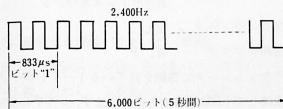

図10.20
(3) 機能 2,400Hz の信号が約 5 秒間送出されます。カセットテープへの録音 FORMAT で 2,400Hz の波、2 周期分をビットの“1”と定義しました。したがってこの FORMAT で説明すると、ビット“1”を 6,000 ビット送出するルーチンということになります。モニタの CMT SAVE において、ファイルヘッドを生成するのにこのルーチンを用いています (図10.20参照)。